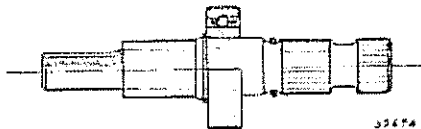

Fig. 301
- 9) Extraer los dos bujes de la cremallera, empleando la herramienta especial mandril DIR. 17 y una prensa (Fig. 301).